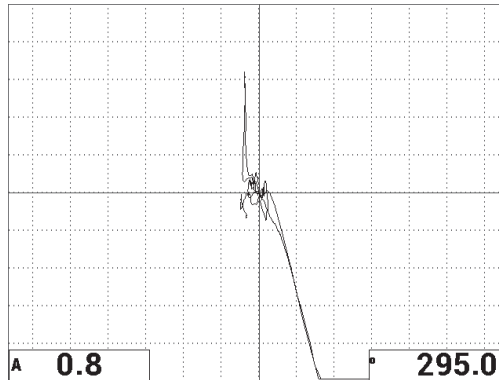

Figura 6-35 La seconda scansione su una zona con perdita di adesione e una zona riparata
9. Premere il tasto FREEZE (❄️) per sbloccare l'acquisizione, premere il tasto FULL NEXT (➡️) per visualizzare lo schermo intero ed in seguito scansionare lentamente sopra la zona con la perdita di adesione e riparata (vedere Figura 6-35 a pagina 161).